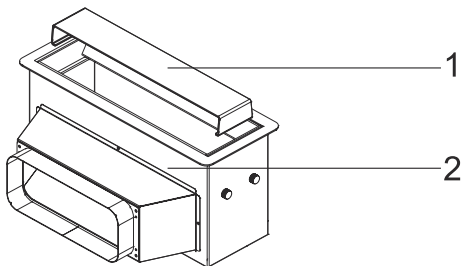

Abb. 21: Abnehmen der Metallabdeckung
1. ➔ Entfernen Sie den Metalldeckel auf dem Lufteinlasskanal Ihres Haubenbox (Abb. 21).